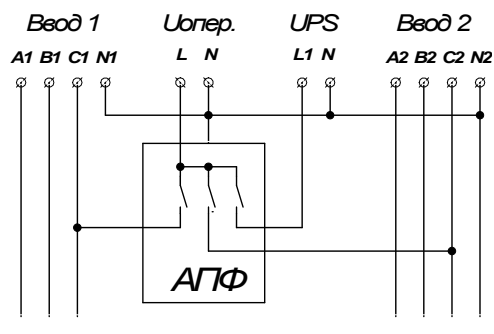

Рис.9 Схема получения оперативного питания с использованием АПФ и UPS
5.2.4. Схема получения оперативного питания с использованием автоматического переключателя фаз (АПФ) и UPS. Пример схемы изображен на рис. 9. Это наиболее надежное и эффективное решение.